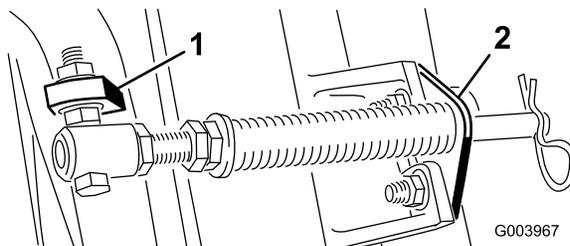

Рисунок 6
**Примечание:** Головку болта следует расположить по направлению к наружной стороне выступа, как показано на Рисунок 6.
- Д. Присоедините кронштейн штока к выступам режущих блоков с помощью каретных болтов и гаек (Рисунок 6).